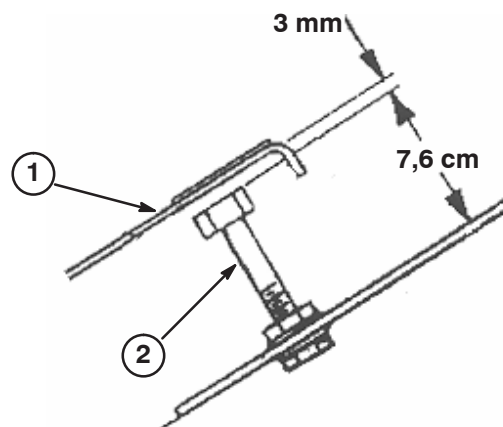

Figure 58
2. Desserrez les contre-écrous et réglez la vis de butée de la pédale de déplacement (Fig. 58) pour obtenir une longueur de 7,6 cm.